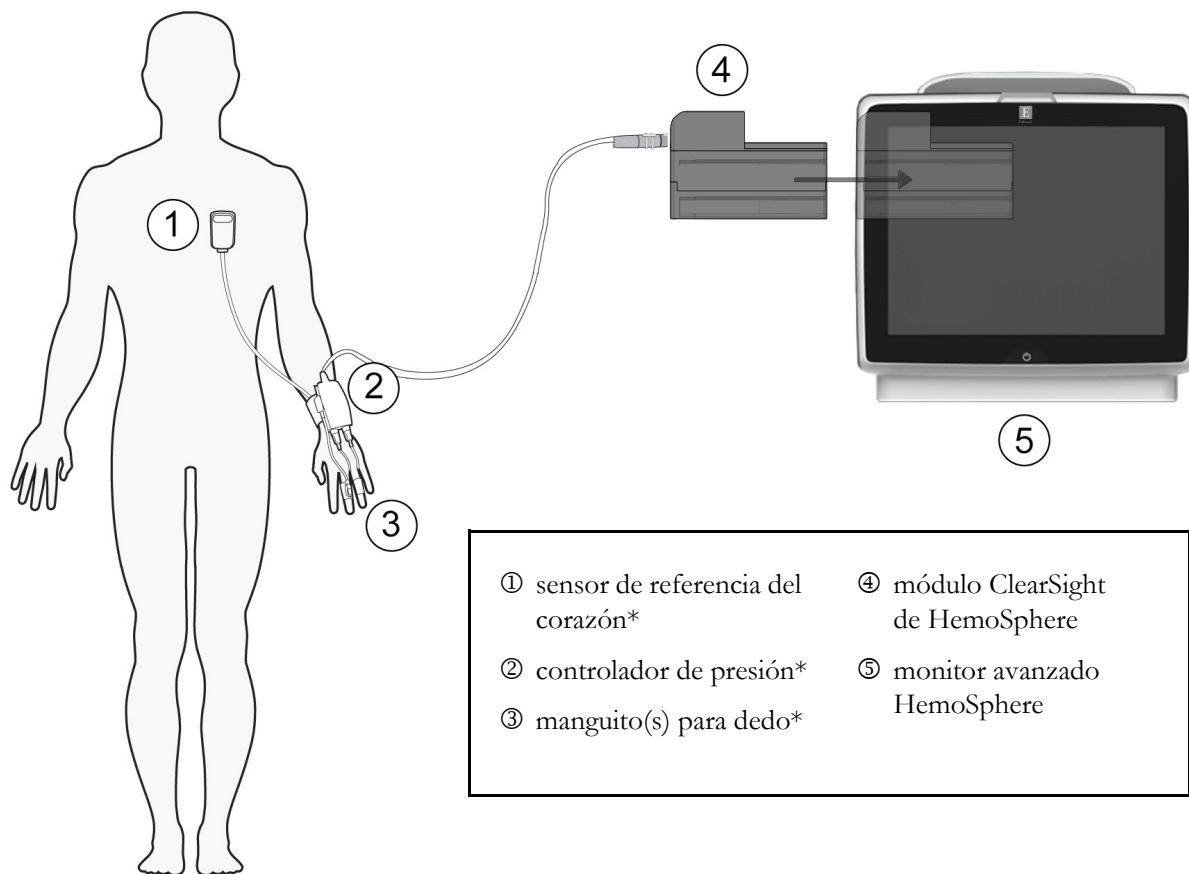

Figura 11-1 Descripción general de la conexión del sistema no invasivo HemoSphere
El sistema no invasivo HemoSphere se compone del monitor avanzado HemoSphere con el módulo ClearSight y los elementos conectados: controlador de presión, sensor de referencia del corazón y manguito(s) para dedo de Edwards compatibles. Consulte las conexiones del sistema en la figura 11-1 de la página 187. La medición precisa de la tensión arterial y los parámetros hemodinámicos clave del paciente se basa en el método Pinzamiento del volumen, el método Physiocal y el algoritmo ClearSight.
El módulo ClearSight de HemoSphere es compatible con todos los manguitos para dedo de Edwards aprobados. Consulte la figura 11-1 para ver un resumen de las conexiones del sistema no invasivo HemoSphere.
Los componentes marcados con * en la leyenda de la figura 11-1 son PIEZAS APLICADAS, según se define en IEC 60601-1, que durante el uso normal entran necesariamente en contacto físico con el paciente para que el sistema no invasivo HemoSphere pueda realizar su función.
- 3 Conecte el cable del controlador de presión al módulo ClearSight de HemoSphere. (figura 11-1)